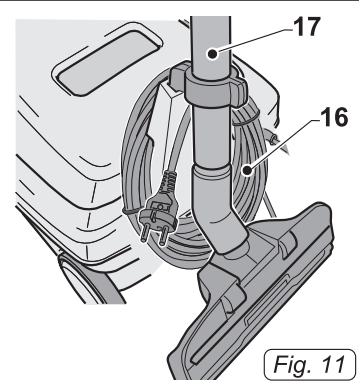

Fig. 11
- Recoger el cable (16 Fig.11) y engancharlo en su lugar, luego fijar el tubo rígido (17 Fig.11) en el respectivo enganche.